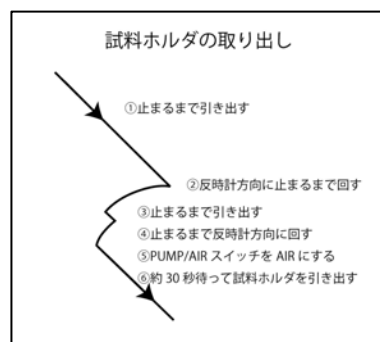

図 4 試料ホルダの取り出し
【試料ホルダの取り出し】(図 4) ⁵
3. 試料ホルダを止まるまでまっすぐに引き出す (図 4 ①)。
4. 試料ホルダを反時計方向に大きく回す (図 4 ②)。
5. 試料ホルダを止まるまで少し引き出す (図 4 ③)。
6. 止まるまで反時計方向に回す (プシュッと音がする、図 4 ④)。